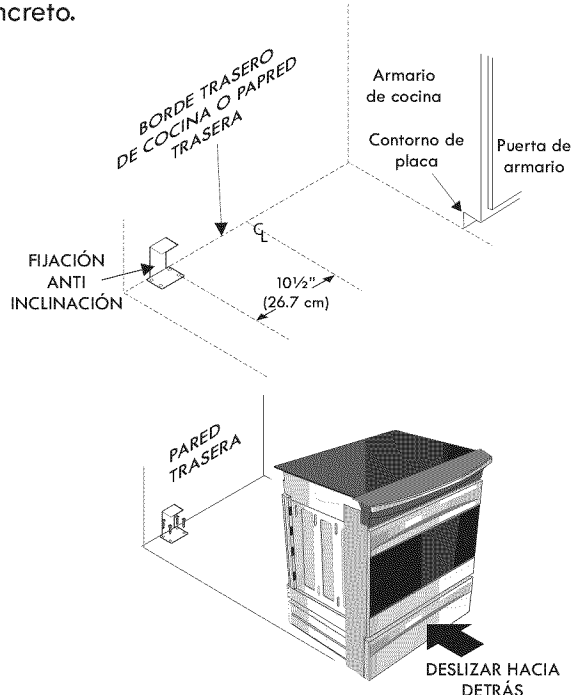

Figura 12
4. Retire el modelo y ubique la abrazadera en el suelo. Alinee los orificios en la abrazadera con las marcas en el suelo y ajuste con los cuatro tornillos provistos. La abrazadera debe quedar fijada al suelo (figura 12) sólidamente. Si se fija al suelo concreto, primero haga orificios pilotos de un diámetro de 3/16" (0,48 cm), utilizando una barrena para concreto.
6. Deslice la cocina hacia su lugar asegurándose que la pata de centro trasera está completamente segura con el soporte anti-inclinación (figura 12). Baje la cocina ajustando las 4 patas de nivelación hasta que la plancha de cocinar esté apoyada en el mostrador. Refiere a la "Nivelación de la cocina" a la página 6.